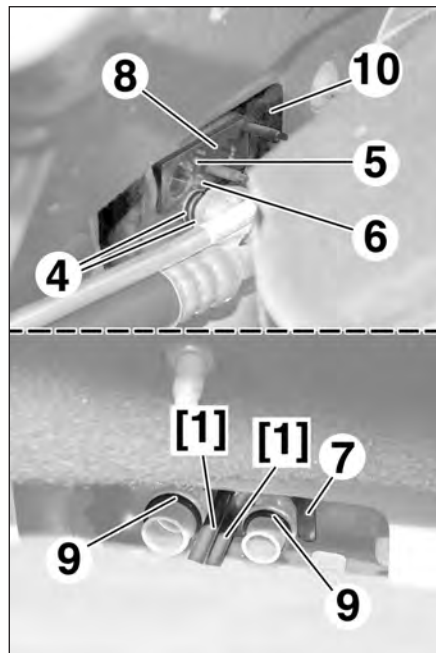

FIG.9
- les joints toriques (4) des canalisations (Fig.9),
- la vis (5).
- Déposer la vis (6).